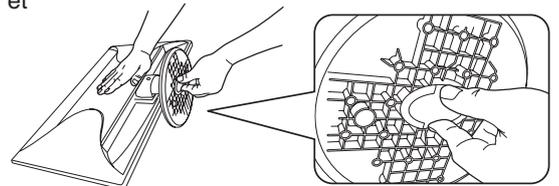

Figure S.1
3. Retirez le support de socle. Poussez les loquets vers le haut et retirez le support de socle (**Figure S.1**).
3. Poussez les loquets vers le haut et retirez le support de socle (**Figure S.1**).